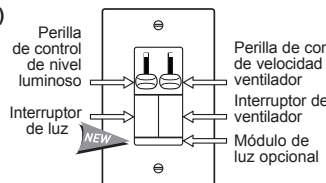

Figura 1
- Es posible que el atenuador requiera ajuste a baja intensidad para encender lámparas o eliminar fluctuaciones en las bombillas. Para ajustar, DESCONECTE LA ALIMENTACIÓN DEL CIRCUITO y quite la placa de pared. Con un destornillador pequeño aislado de punta plana, ajuste la rueda del potenciómetro que es accesible a través de la ranura (marcada "CALIBRATION") situada sobre la banda (Figura 1). Gire la rueda **hacia abajo para aumentar** la intensidad mínima de la luz y gire la rueda **hacia arriba para disminuir** la intensidad de la luz. Luego, instale la placa de pared, restaure el suministro eléctrico y realice una prueba. Repita lo anterior según sea necesario. **Nota: Nunca ajuste el potenciómetro cuando el circuito está energizado.**